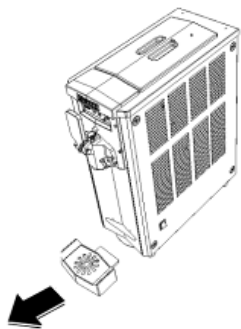

Fig. 16
- Rimuovere la vaschetta raccogli gocce tirandola delicatamente verso l'esterno (Fig. 16) e pulirla accuratamente con acqua calda e detersivo per stoviglie.